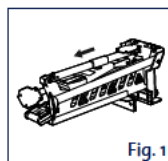

Fig. 1
1. Mettez CrocLock™ à l'envers sur le sol, desserrer le levier de verrouillage de la patte arrière (13) et faites déployer le pied arrière de sa position de stockage. Pivotez complètement la patte et glissez-la vers le haut pour la mettre en position de verrouillage final. Verrouillez le levier de verrouillage de la patte arrière (12). Voir Figs 1 - 3.